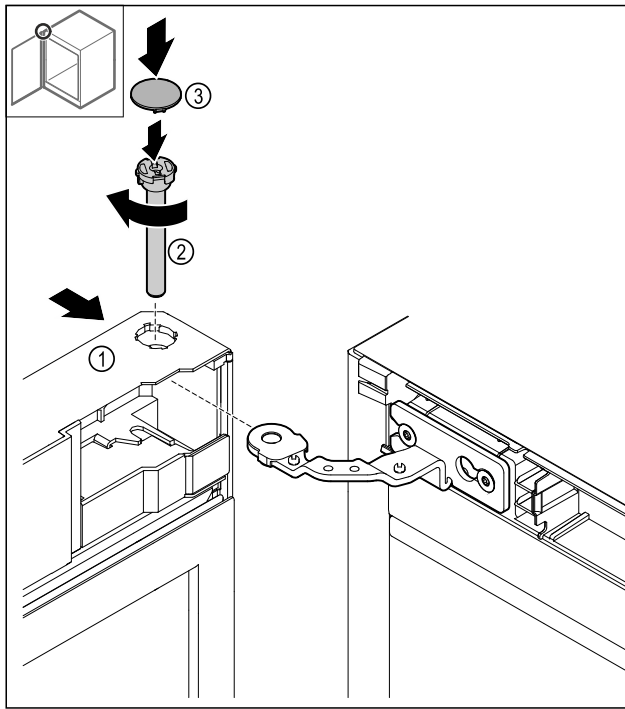

Fig. 38
- ▶ Tür Fig. 38 (1) oben auf das Scharnier schieben.
- ▶ Bolzen Fig. 38 (2) einstecken und im Uhrzeigersinn festdrehen.
- ▶ Abdeckung Fig. 38 (4) aufsetzen.